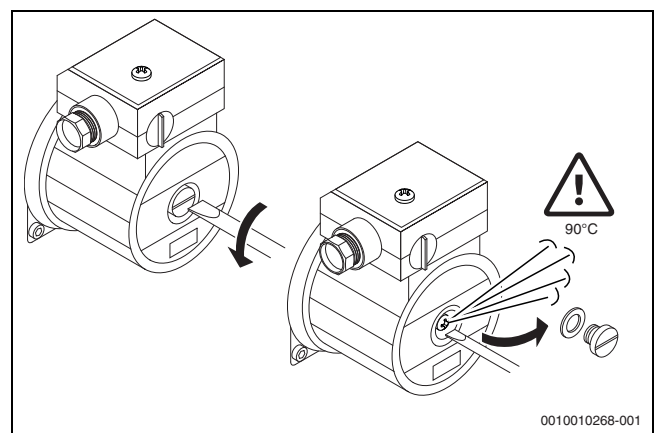

Рис. 11 Отворачивание винта удаления воздуха и проверка свободы вращения
- ▶ Осторожно отвернуть отверткой винт удаления воздуха, при необходимости снять его (→ рис. 11, стр. 16).
- ▶ Осторожно отвернуть отверткой винт удаления воздуха, при необходимости снять его. С помощью отвертки проверить подвижность двигателя насоса, т. е. путем вращения вала со шлицами, и только после этого запустить насос (→ рис. 11, стр. 16).